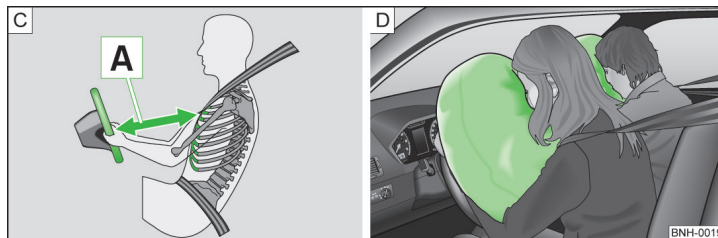

Fig. 9 Distanța sigură față de volan/airbaguri umplute cu gaz
Când se declanșează airbagurile, acestea se umflă în fața șoferului și pasagerului din față » fig. 9 - [D]. Airbagul umflat amortizează mișcarea spre înainte a pasagerilor reducând astfel riscul de rănire în zona capului și a pieptului. ▶
- Atât pentru șofer cât și pentru pasagerul față este important să păstreze o distanță de aproximativ 25 cm față de volan, respectiv de planșa de bord **A** » fig. 9. Dacă nu se respectă această distanță, sistemul airbag nu își poate exercita eficiența maximă – Pericol! Pe lângă acestea, scaunele din față și tetierele trebuie să fie întotdeauna reglate în funcție de mărimea corpului.